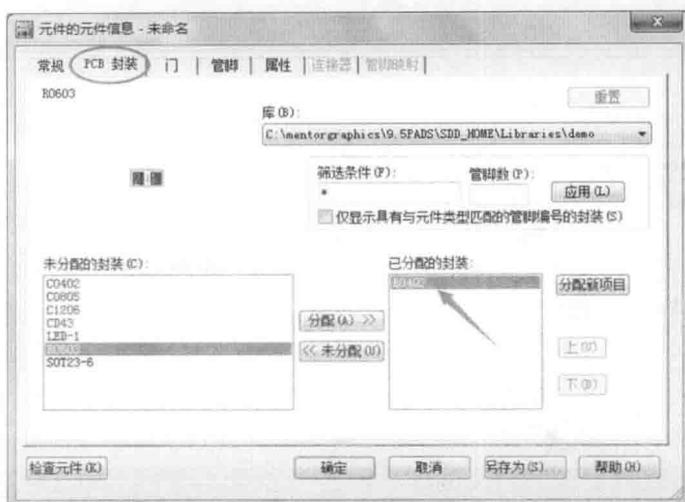

图 1-22 给元件类型分配 PCB 封装
弹出“元件的元件信息”对话框，单击“PCB 封装”标签。在“未分配的封装”一栏中选择“R0402”封装，单击【分配 (A) >>】按键，将其移到“已分配的封装”一栏，如图 1-22 所示，单击【确定】按钮完成分配。